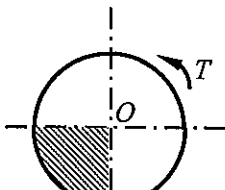

图 14
- 2 设直径为 D 的圆轴横截面上作用扭矩 T (图 14), 试求四分之一截面上内力系的合力的大小、方向和作用点。(10 分)